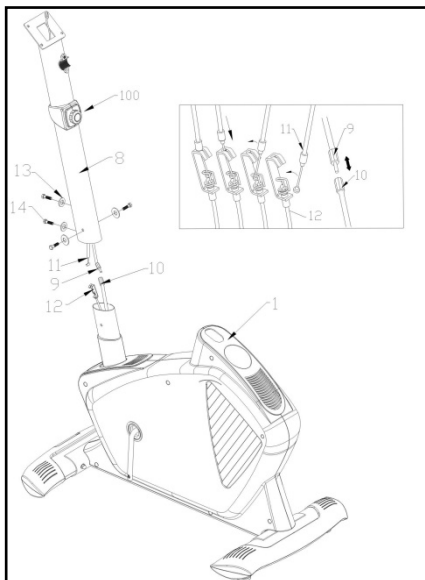

Рис. 4
Поднесите руль (15) к выносу руля (8), Рис.4, вставьте трос ручного захвата (26) в прорезь, как показано на Рис.4, и вытяните его через верхнюю часть выноса руля. Установите кронштейн руля (16), вставьте винт (17) и затяните вручную, наденьте шайбу (20) и рычаг руля (19), установите руль и аккуратно затяните, затем установите крышку кронштейна (18).